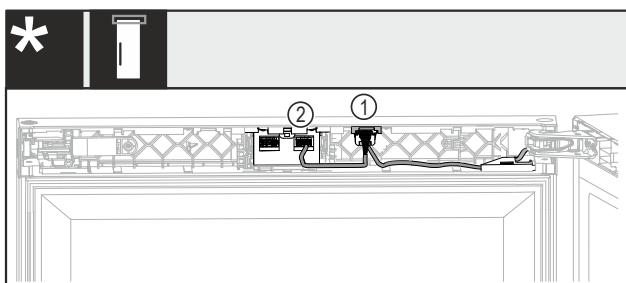

Fig. 46 Ohne Schloss oder mit mechanischem Schloss\*
- ▶ Stecker mit beiden Kabeln Fig. 46 (1) in die Führung einschieben.\*
- ▶ Stecker mit einem Kabel Fig. 46 (2) im rechten Nest einrasten.\*